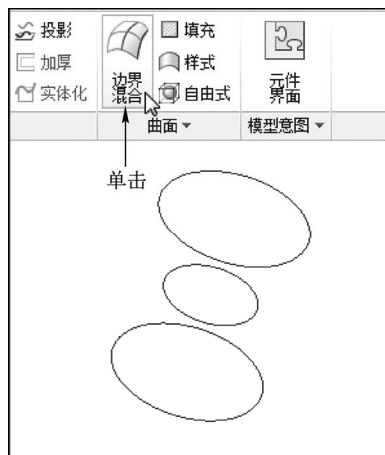

图 9-52 单击“边界混合”按钮
STEP 02 在功能区选项板的“模型”选项卡中，单击“曲面”面板中的“边界混合”按钮，如图 9-52 所示。